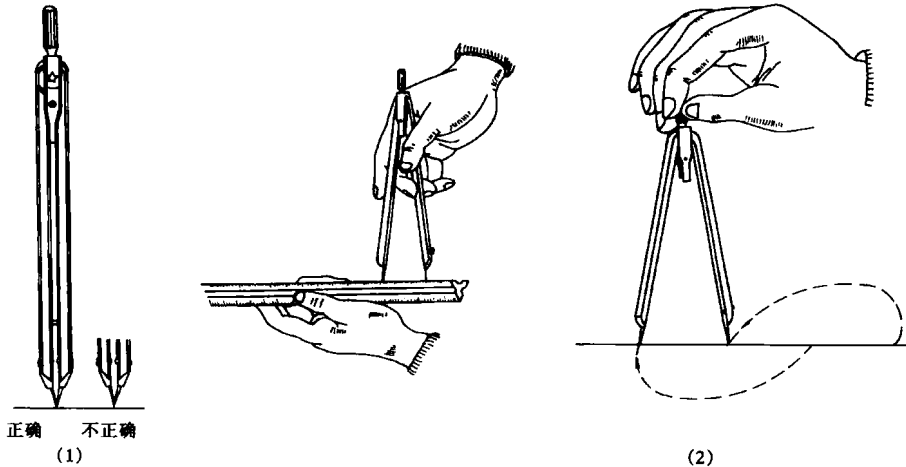

图 1-7 分规及其使用方法
分规用来等分线段或在线段上量截尺寸。分规的两根针尖应密合，见图 1-7 (1)。分规的使用方法如图 1-7 (2) 所示。